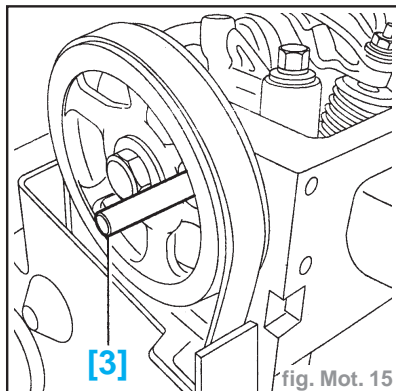

fig. Mot. 15
- Piger le pignon d'arbre à cames à l'aide de la pige (3) (réf. 0132RZ) (fig. Mot. 15).